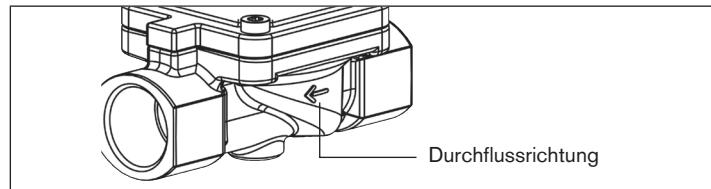

Bild 3: Kennzeichnung der Durchflussrichtung
- Durchflussrichtung beachten (siehe „Bild 3“).